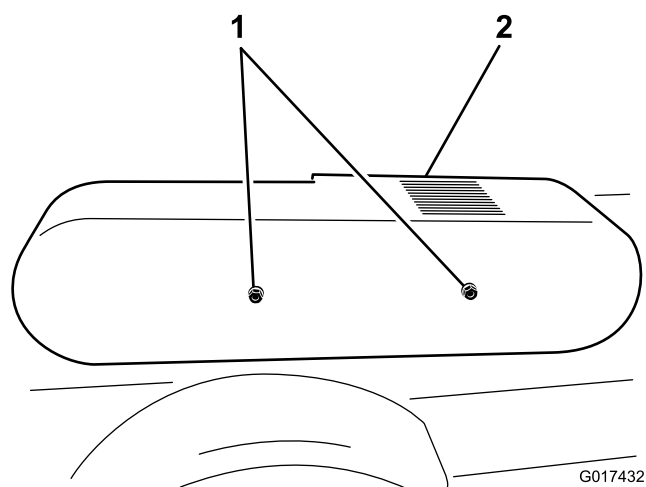

Figura 16
2. Retire el protector de la correa (Figura 16).
- Retire el protector de la correa (Figura 16).